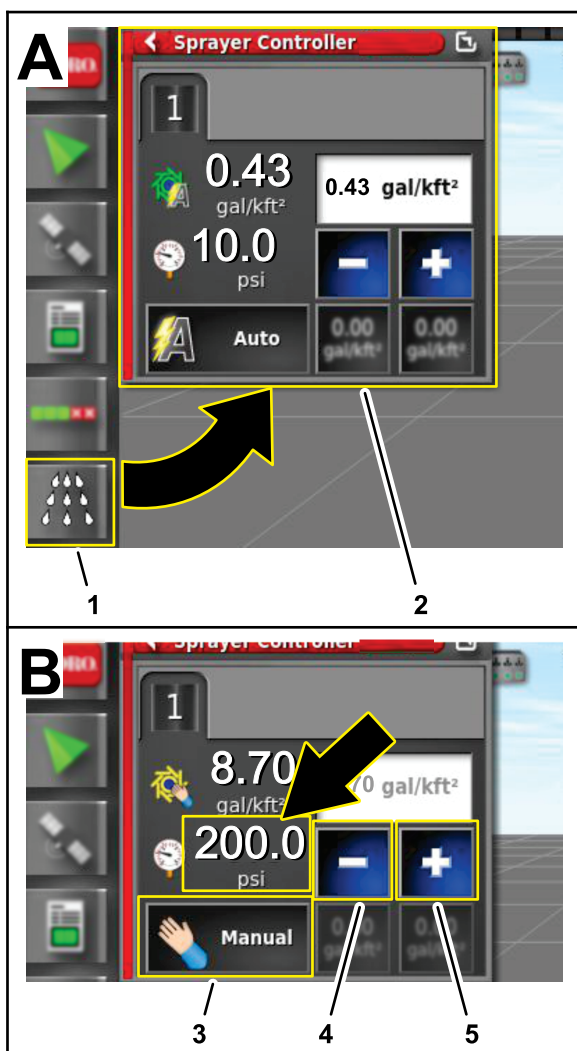

図 162
4. ジオリンクの制御コンソール上で 散布率コントローラ アイコンを押す 図 162。
5. 散布レートコントローラダイアログボックスで、レート制御モードアイコンを押し続けると手動モードになる 図 162。
6. 減らすアイコン (-) と増やすアイコン (+) を使用して散布圧力 図 162 を 13.75 bar (200 psi) にする。